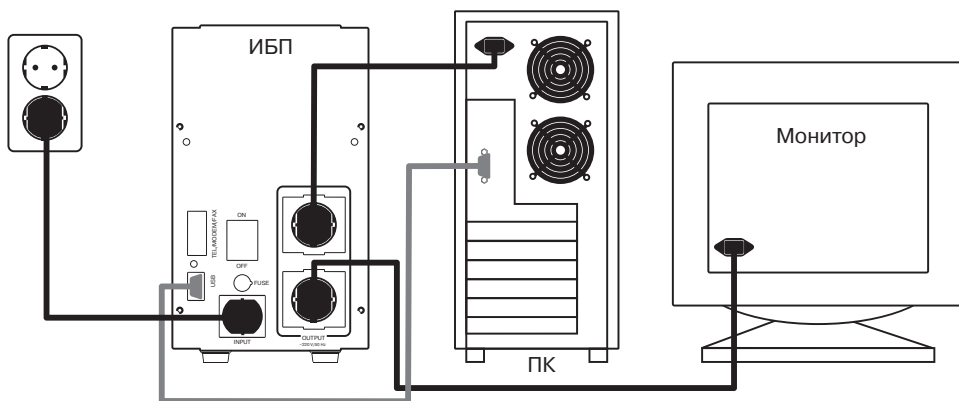

Рис. 3. Схема подключения ИБП
- Сетевой шнур компьютерного оборудования подключите к одной из выходных розеток ИБП ⑧, а к другой выходной розетке ИБП ⑨ подключите шнур питания монитора (см. схему подключения на рис. 3). Затем сетевой кабель из комплекта поставки подключите к входному разъему ИБП ⑩, а вилку этого кабеля вставьте в сетевую розетку.
- Произведите подключение интерфейсного кабеля USB к разъему ⑪ и к свободному USB-порту ПК (подключение не является обязательным).